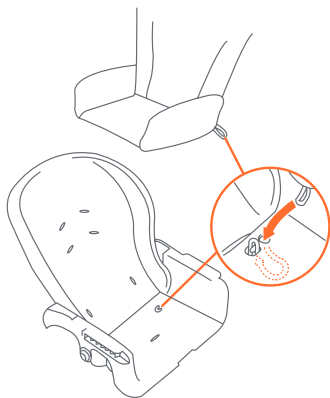

Fig. 20a
- 20) • Enganche la parte inferior de la almohadilla del asiento en la base del asiento con dos lazos elásticos ubicados detrás de la parte inferior de la almohadilla del asiento. Éstos se ajustan a las lengüetas de sujeción ubicadas en la base del asiento cerca de la unión entre el respaldo y la base del asiento (Fig. 20a).